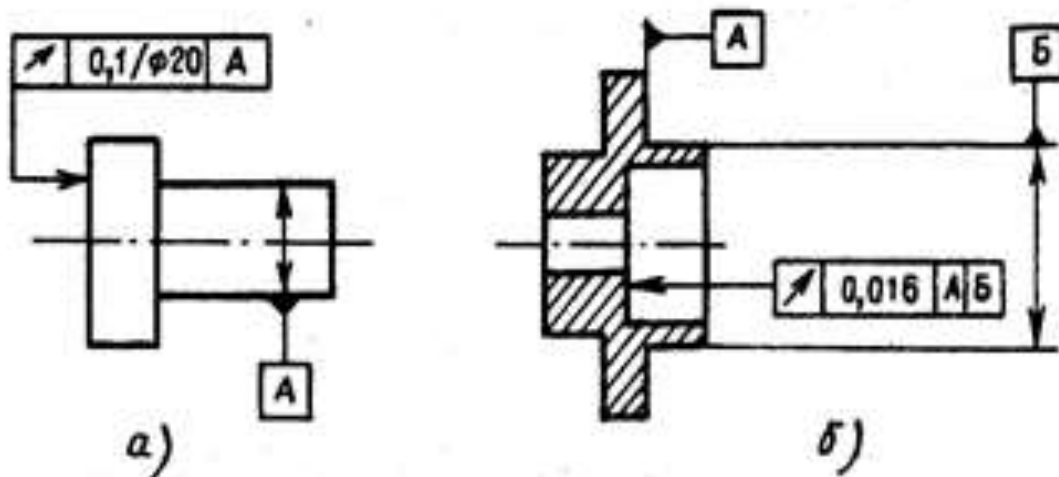

Рисунок .2. Расшифровать обозначения
5. Расшифруйте обозначения на чертеже (рисунок 2)
3. Наносим обозначения норм шероховатости, формы и расположения на чертеже (рисунок 2.)